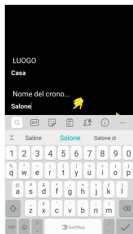

Fig.68
12.2.3 Premere  e inserire il nome del nuovo cronotermostato. Fig.68